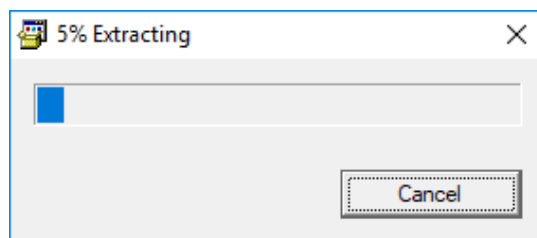
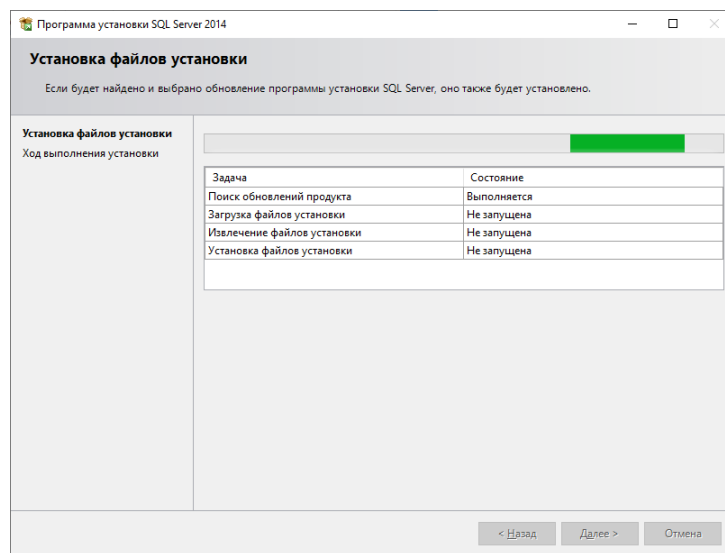

Рисунок 2.3.1
Рисунок 2.3.2
- запустить файл «DREAMSQL.exe», расположенный на поставляемом дистрибутивном носителе (USB накопителе) в директории: .../Программное обеспечение/Инсталлятор **SQL**, при этом на экране появится окно мастера установки программы, (см. Рисунок 2.3.1, Рисунок 2.3.2);